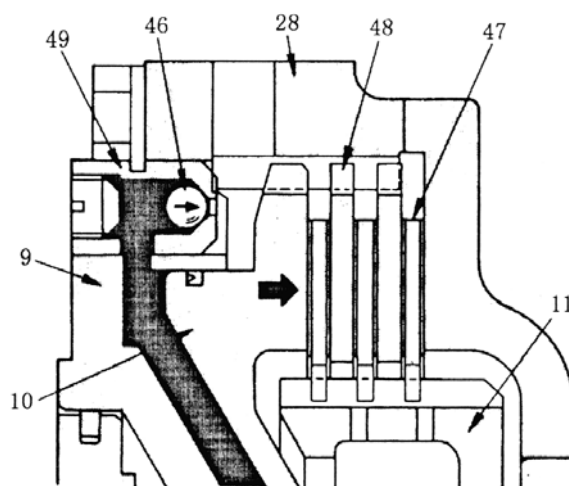

Рис. 5-20.
#### (1) Включение муфты (Рис. 5-20)